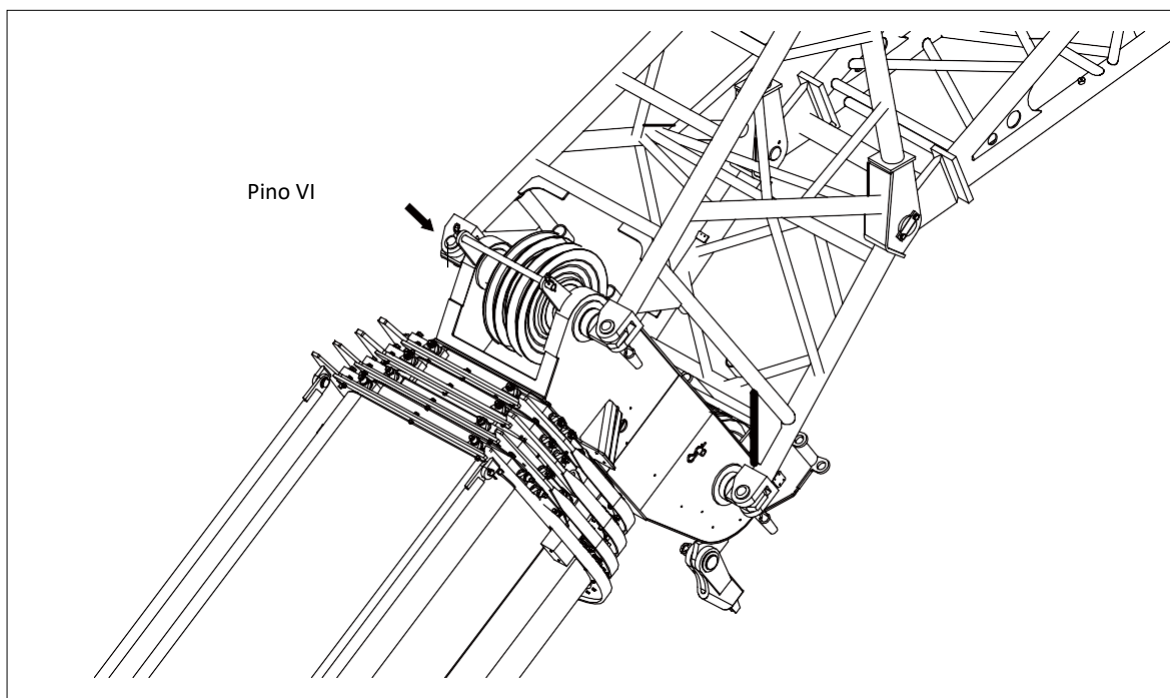

Figura 7-41 Instalação do pino VI
- N. Alinhe a extremidade do braço com os pontos de conexão na lança principal. Instale o pino VI e grampo de retenção. Consulte a figura 7-41.